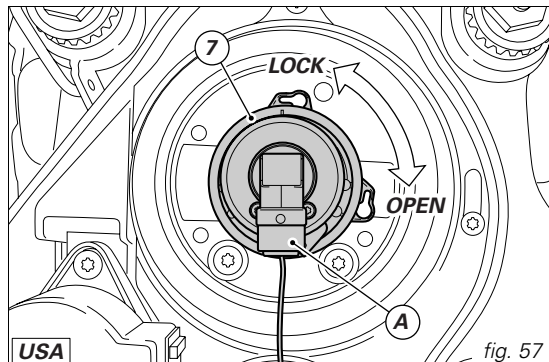

fig. 57
Pour remplacer l'ampoule du feu de croisement (7), débranchez le connecteur (A) du câblage et tournez l'ampoule dans le sens inverse des aiguilles d'une montre pour l'extraire (fig. 57). Remplacez-la par une ampoule neuve identique. Lors du remontage, tournez l'ampoule dans le sens des aiguilles d'une montre jusqu'à son encliquetage sur la douille.